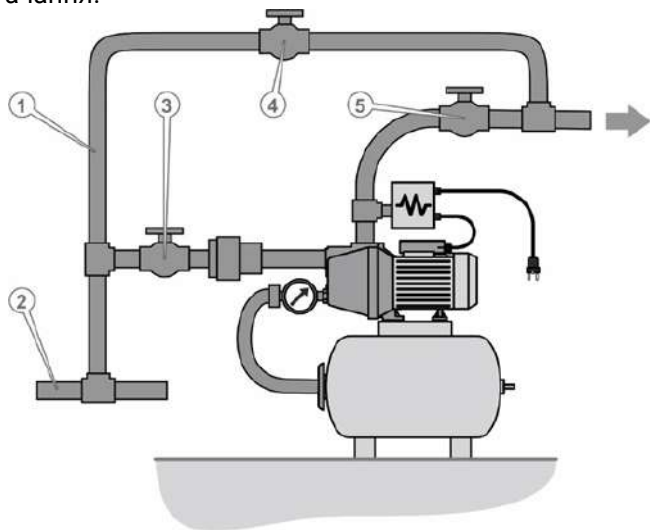

Рисунок 5. Схема монтажу насосної станції в активну систему централізованого водопостачання для підвищення тиску.
1. Змонтувати насосну станцію в активну систему водопостачання (2, рис. 5).
2. Змонтувати обхідну гілку водопроводу — байпас (1, рис. 5), що дає змогу в разі виходу з ладу насосної станції пустити воду в обхід насосної станції (рис. 5). Байпас має бути оснащений окремим запірним краном (4, рис. 5), який перебуває в закритому стані під час роботи насосної станції.
У разі аварійної зупинки насосної станції її вхідний (3, рис. 5) та вихідний (5, рис. 5) запірні крани закриваються, а запірний кран (4, рис. 5) байпаса відкривається, забезпечуючи функціонування системи водопостачання, оминаючи насосну станцію.
За загальної довжини вхідного трубопроводу понад 10 метрів або за глибини всмоктування (Н, рис. 5) більше ніж 4 метри рекомендується збільшити його перетин на 25-50 % від номінального. За цих обставин вхідний трубопровід рекомендується використовувати з мінімальною кількістю вигинів та поворотів для зменшення гідравлічного опору.